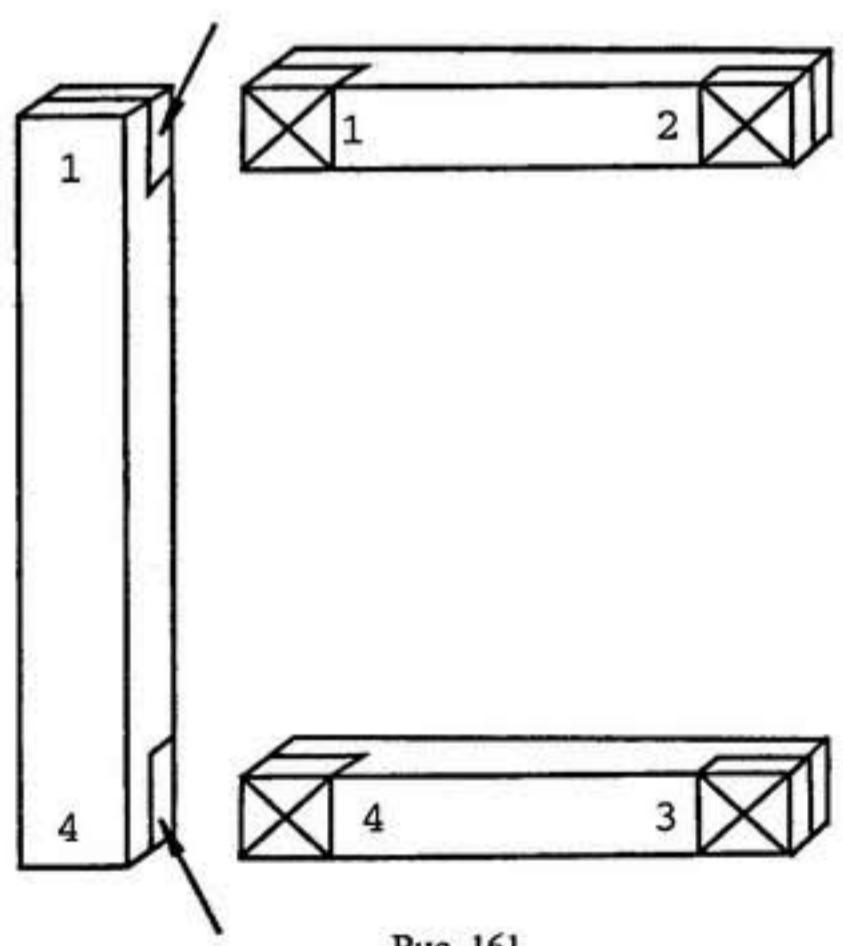

Рис. 161
4. Теперь концы парных реек (*1* и *1*, *2* и *2* и т. д.) обозначьте крестами на пластиах, которые при наложении примыкают друг к другу (рис. 161).